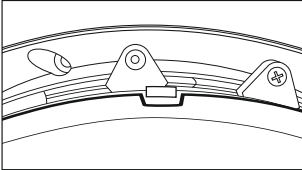

Рис. 6
- 5.16 Закрепите прибор, после чего установите кольцо рассеивателя: совместив пазы на рассеивателе и декоративном кольце защёлкните его на место (рис. 6).